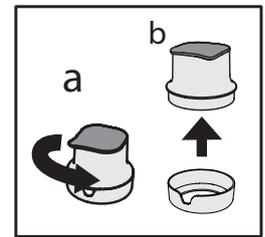

Fig. 5
- Enlevez l'entonnoir du boîtier du filtre en le tournant dans le sens antihoraire (**Fig 5. a - b**).
Installez ensuite le porte-bouteilles suspendus sur le réservoir d'eau et assemblez-les sur la porte comme illustré à la fig. 15. Une fois assemblé, installez le filtre avec la cartouche de charbon (comme illustré aux fig. 5, 6, 7, 8).